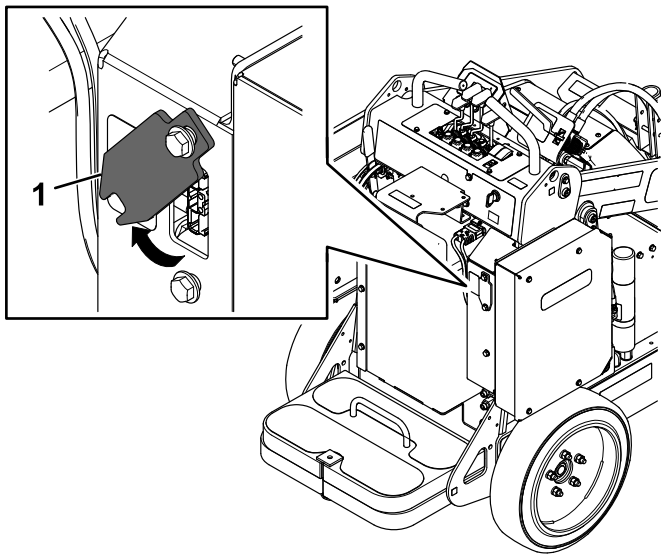

Figura 23
6. Deslize a cobertura do carregador e incline-a para fora do caminho (Figura 23).
10. Incline a cobertura do carregador no sítio e deslize-a sobre o parafuso inferior (Figura 23).